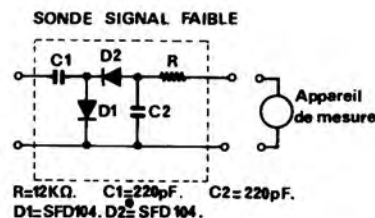

Fig. 7
- Pour la réalisation de la sonde détectrice voir figure 7.